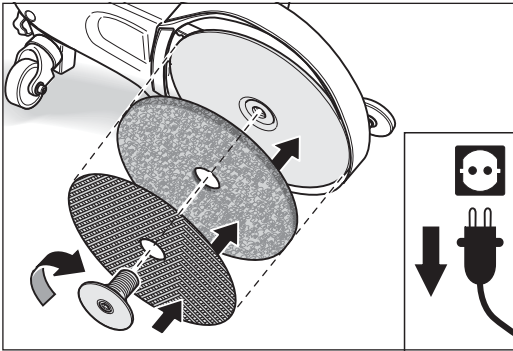

Abb. 55 Zuerst das Randschleifpad und dann das Schleifgitter mittig auflegen.
- 4 Legen Sie ein Randschleifpad und anschließend ein Schleifgitter mittig auf den Schleifteller (Abb. 55).
- 5 Drehen Sie die Papierspannschraube mit dem Innensechskantschlüssel in den Schleifteller. Ziehen Sie die Papierspannschraube handfest an (Abb. 55). Achten Sie darauf, dass das Pad und das Schleifgitter möglichst mittig auf dem Schleifteller befestigt werden.